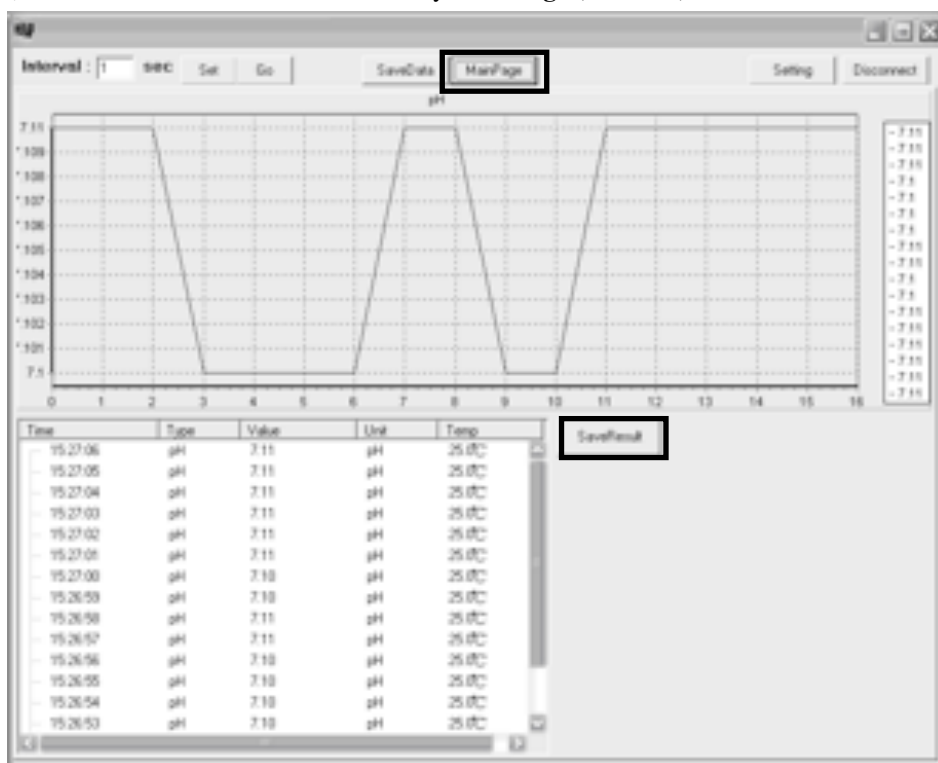

Рис.9
7. Нажмите на нужный график, соответствующий режиму измерений. Откроется большое окно с детальной информацией для этого режима. Для экспорта данных в текстовый файл нажмите в этом окне кнопку **SaveResult** (см.Рис.9).
- 9). Для возвращения в основное окно нажмите кнопку **MainPage** (см.Рис.9).